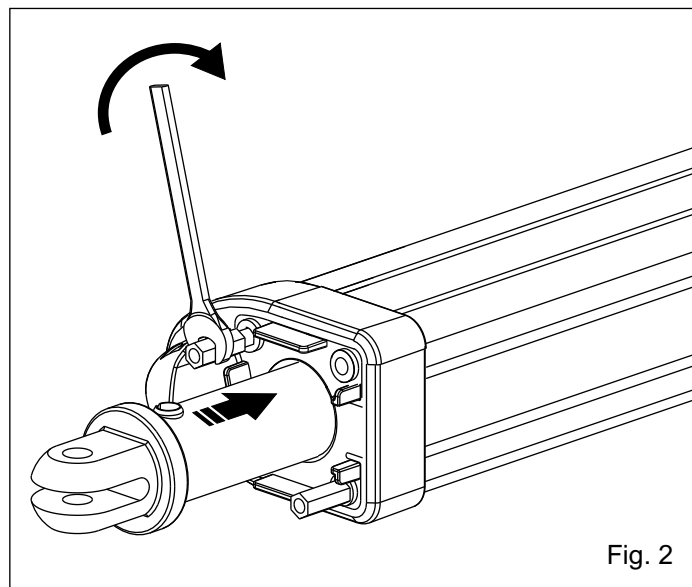

Fig. 2
2. Avvitare completamente i 2 dadi esagonali forniti con la battuta meccanica (Fig. 2).